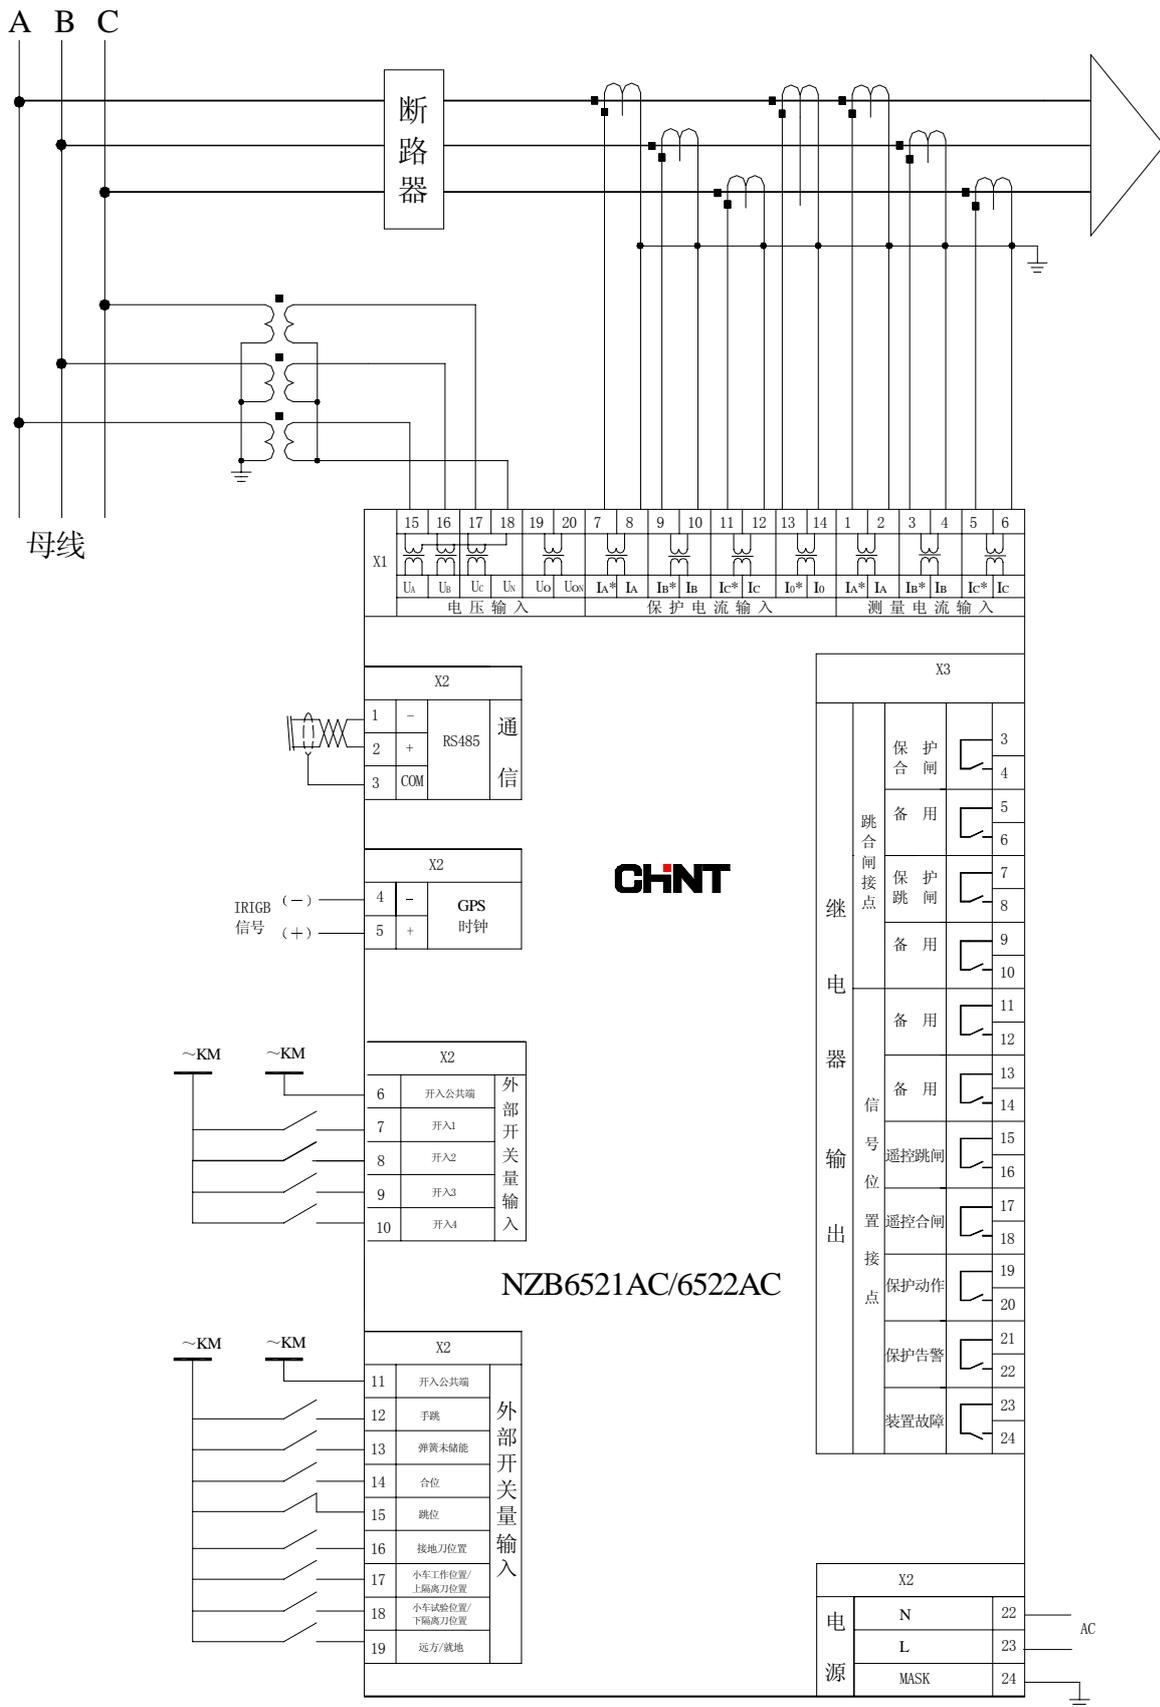

图 7: NZB6521AC/6522AC 典型接线图
3) NZB6521AC/ NZB6522AC 典型接线见图 7